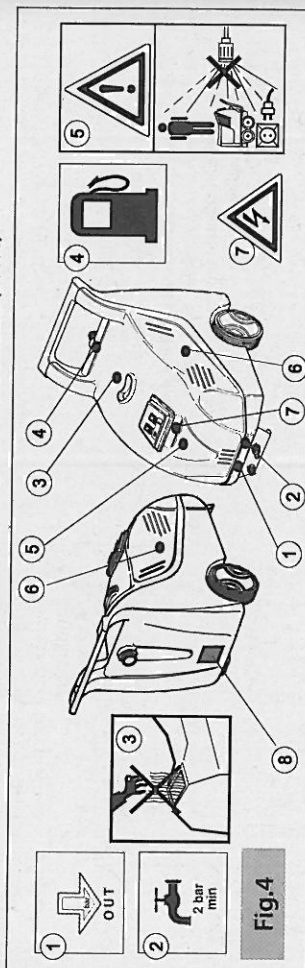

Fig.4
3.4 ADESIVI E TARGHETTE DI AVVERTENZA ED INFORMAZIONE (FIG.4)